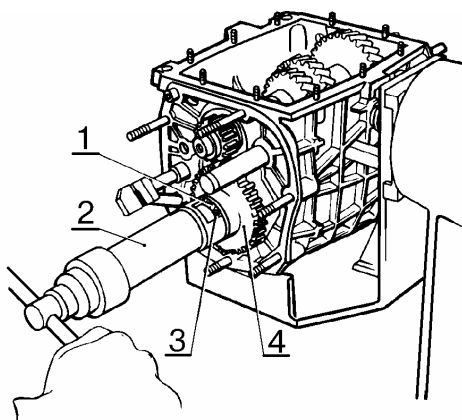

Рис.22. Снятие стопорного кольца ведомой шестерни заднего хода с вторичного вала:
- прижать оправкой 2, рис.22, пружинную шайбу 3 вторичного вала и снять стопорное кольцо 1 ведомой шестерни 4 заднего хода (оправка 41.7816-4069, щипцы);